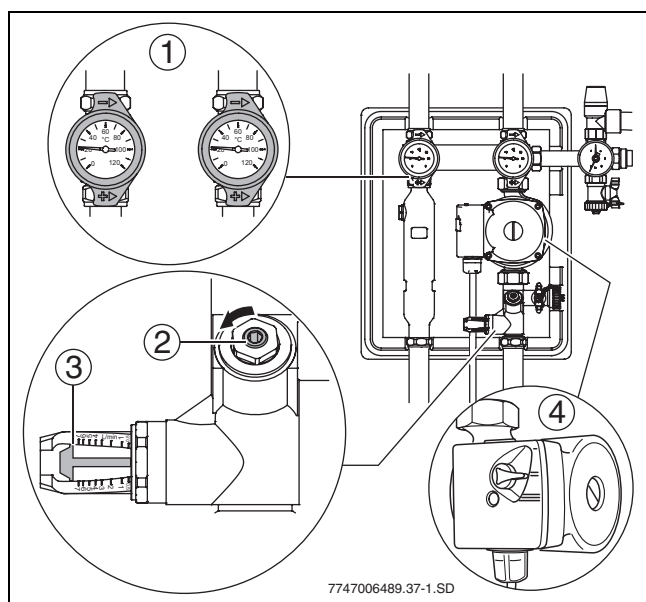

Рис. 30
- ▶ Через смотровой глазок ограничителя потока контролируйте расход протекающей жидкости (→ рис. 30, (3)).
- ▶ Для предварительной настройки расхода установите переключатель насоса солнечного коллектора (→ рис. 30, (4)) таким образом, чтобы требуемый расход достигался бы на более низкой ступени.
- Заверните регулировочный винт ограничителя потока (→ рис. 30, (2)) настолько, чтобы в смотровом глазке край поплавка (→ рис. 30, (3)) показывал рекомендуемый расход.